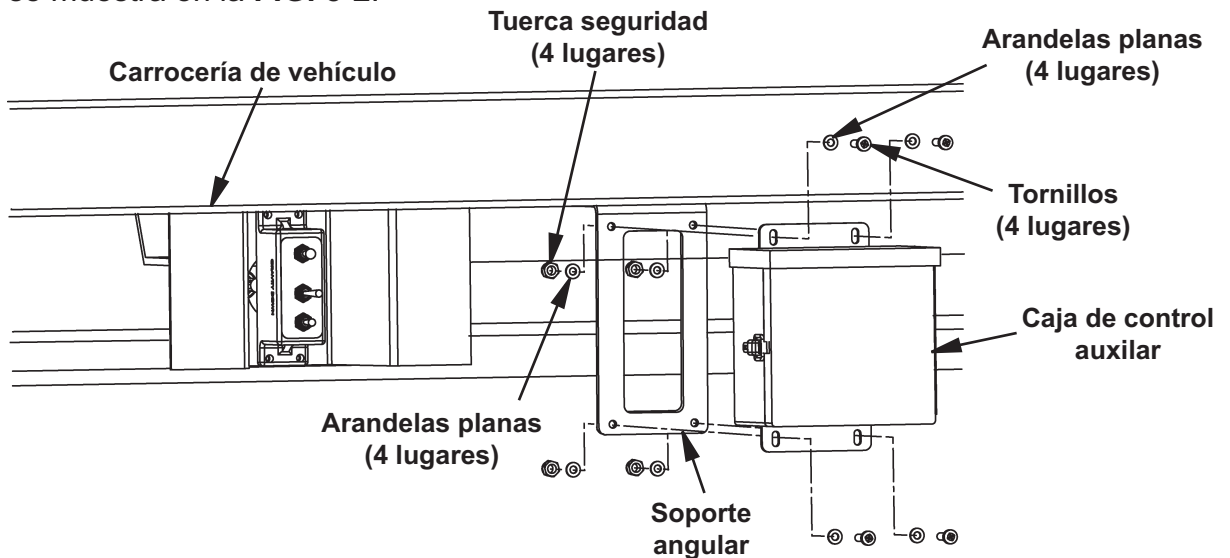

FIG. 5-2
4. Instale la caja de control auxiliar (j. de art.) en el soporte angular con (4) tornillos 1/4"-20, (8) arandelas planas 1/2", y (4) tuercas de seguridad 1/4"-20 (j. de art.) como se muestra en la **FIG. 5-2**.